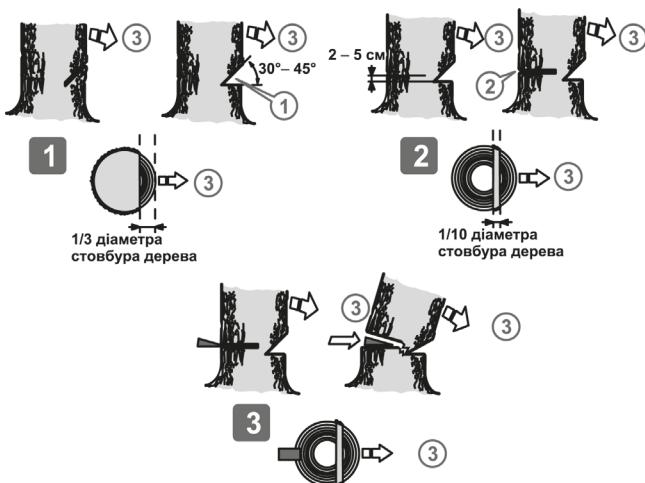

Рисунок 11. Схема послідовності різання під час валки дерева.
5.3.1 Валка дерев (рис. 11, 12).
4. Підготувати шлях відходу, який повинен бути спланований з урахуванням напрямку падіння спиляного дерева (рис. 11, 12).
6. Починати пиляти дерево з того боку (1, рис. 11), куди воно має впасти. Зробити клиноподібний розпил під кутом 30–45 градусів, глибина якого приблизно дорівнює 1/3 від товщини стовбуру.
7. Виконати валковий пропил (2, рис. 11) з протилежного боку від клиноподібного розпилу.
Центральна частина стовбуру, яка залишилася нерозпиленою, під час падіння дерева, виконав роль напрямної для напрямку падіння (3, рис. 11).